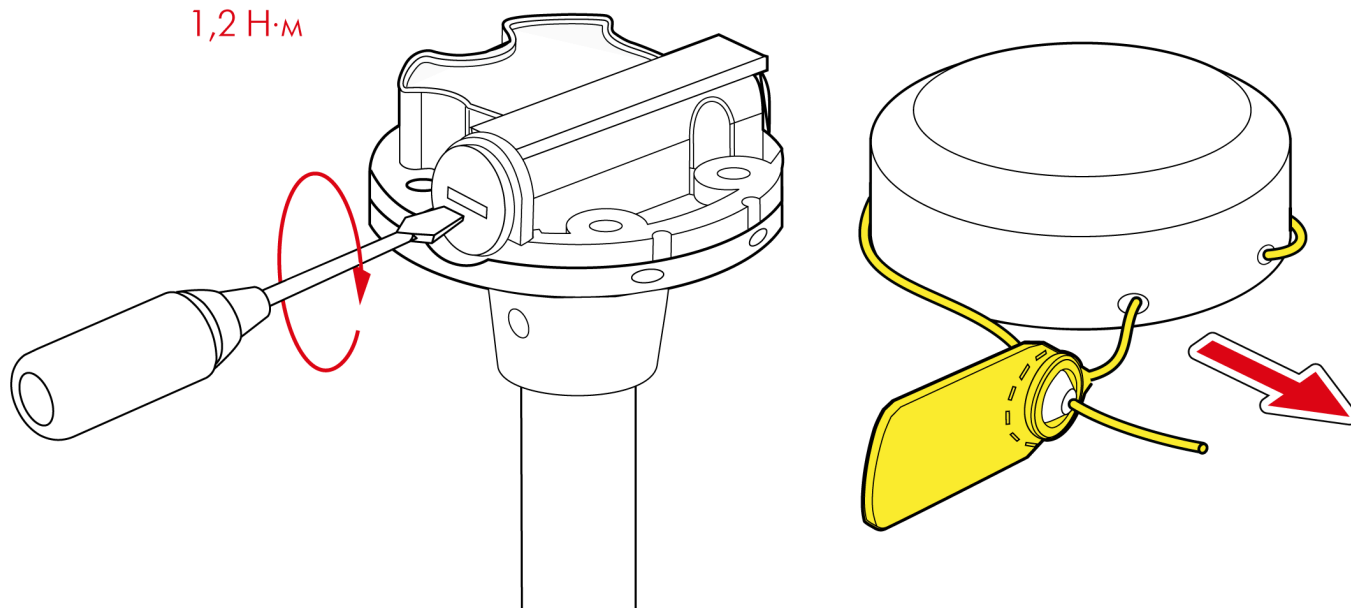

Рис.32. Окончание замены батареи
5. Закрутить резьбовую заглушку с моментом затяжки 1,2 Н·м (Рис.32).
7. Установить на корпус защитную крышку и новую пластиковую пломбу ФАСТ-330 (Рис.32).